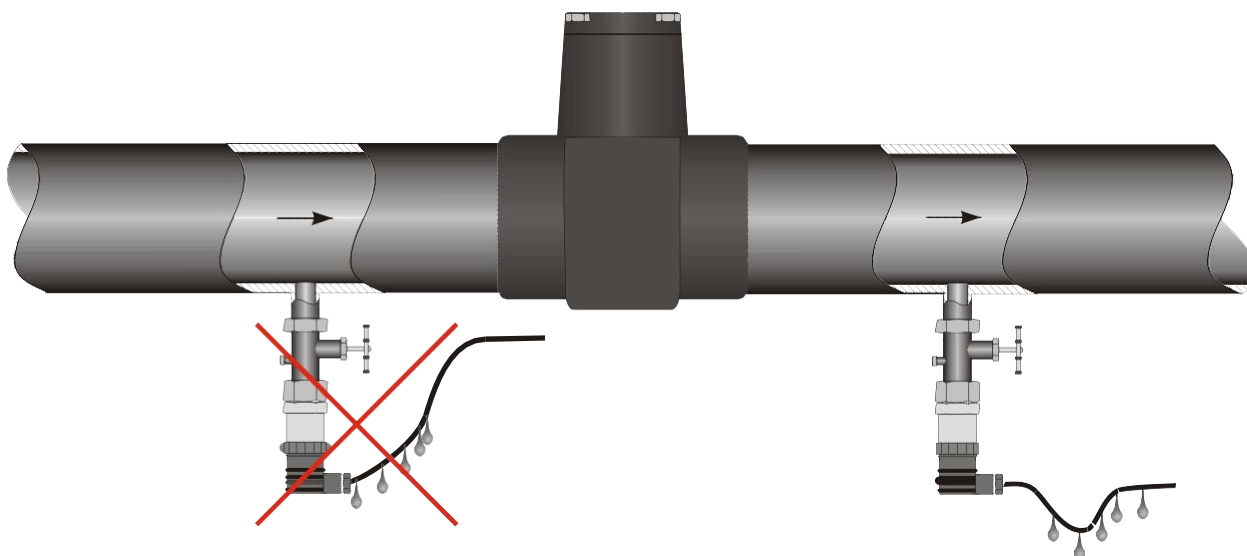

Рисунок 4. Неправильная (слева) и правильная (справа) прокладка кабеля датчика.
2.4.5. Отборные устройства для установки датчиков желательно монтировать на прямолинейных участках, на максимально возможном удалении от насосов, запорных устройств, колен, компенсаторов и других гидравлических устройств. Особенно не рекомендуется устанавливать датчик перед запорным устройством, если измеряемая среда – жидкость (см рис. 4). При наличии в системе гидроударов, рекомендуется применять датчик в комплекте с демпфером гидроударов.